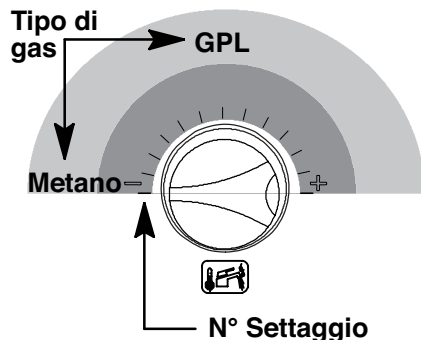

Fig. 8.6
- Per cambiare il settaggio ruotare la manopola regolazione temperatura sanitaria 11 e posizionarla sulla posizione prescelta, vedi anche Fig. 8.6.